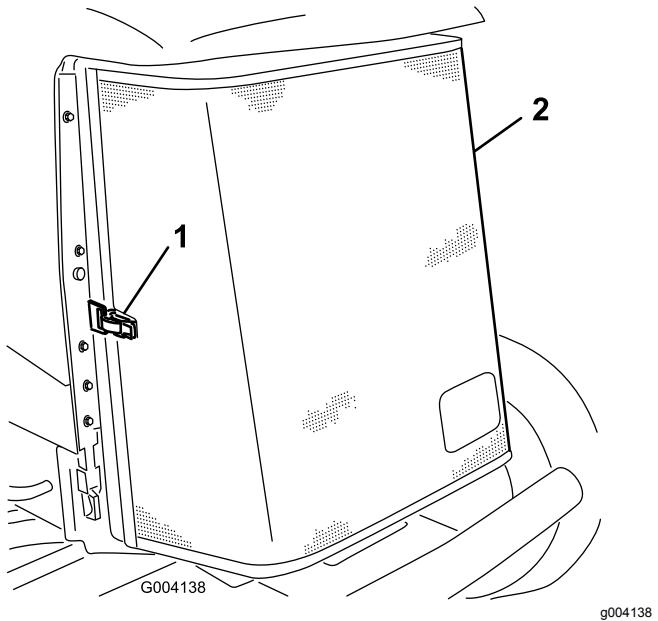

Bild 82
3. Entriegeln Sie den Riegel und drehen Sie das hintere Gitter auf (Bild 82).